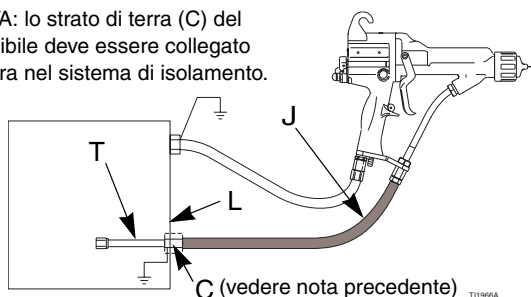

Fig. 10. Collegamento del flessibile del fluido senza protezione a un dispositivo isolato non Graco
- b. *Dispositivo isolato non Graco* Collegare il flessibile in base alle istruzioni fornite nel manuale del sistema di isolamento e attenersi ai requisiti nel **Pericolo** sulla destra. Fare riferimento a FIG. 10.